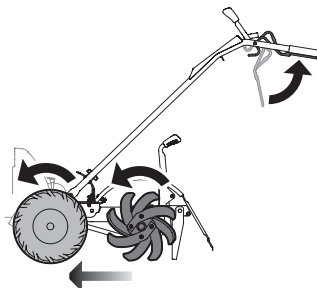

Figure 16
- b. Les dents tournent et labourent la terre dès que le motoculteur avance. Placez-vous à l'arrière du motoculteur et légèrement de côté. Tenez le guidon fermement. Laissez le motoculteur avancer à son propre rythme. Voir Figure 16. Relâchez la commande d'embrayage des dents pour arrêter les dents et les roues.